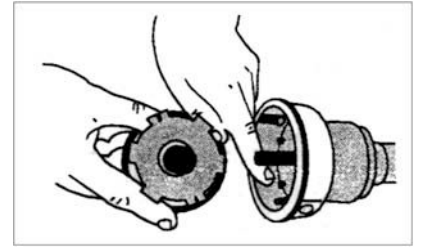

Рис. 13.
4. Проверьте степень износа фиксирующих зубцов на корпусе головки и шпульке (см. рис. 13). При необходимости замените корпус головки и/или шпульку.